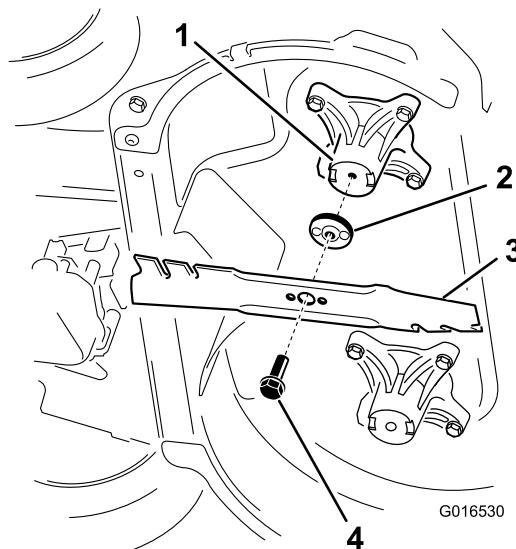

Figura 45
- Retire cada cuchilla, según se muestra en Figura 45.
- Instale la primera cuchilla en posición horizontal, junto con todos los herrajes de montaje, según se muestra en Figura 45.